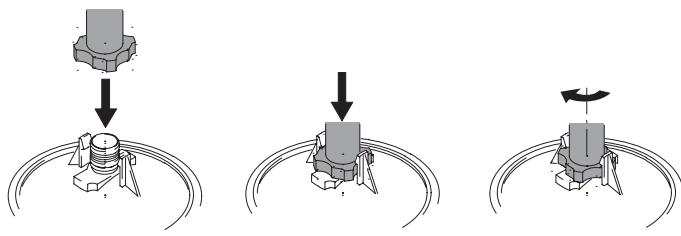

Fig. 6
6. Vérifier que les ergots du couvercle sont bien engagés au-dessus du bord de l'adaptateur. (Voir Figure 6)